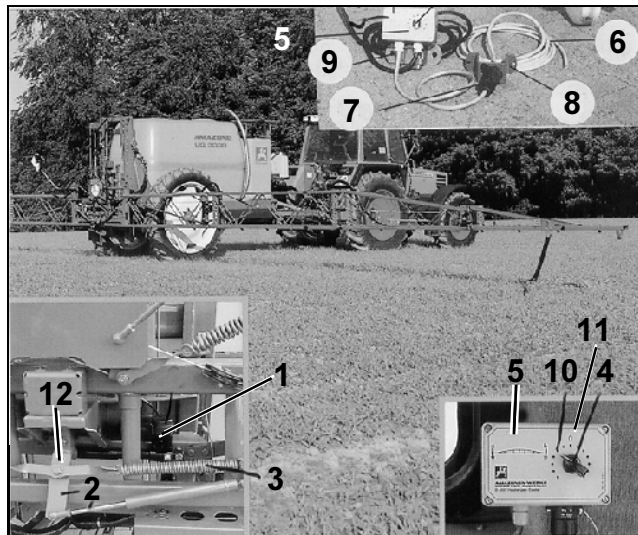
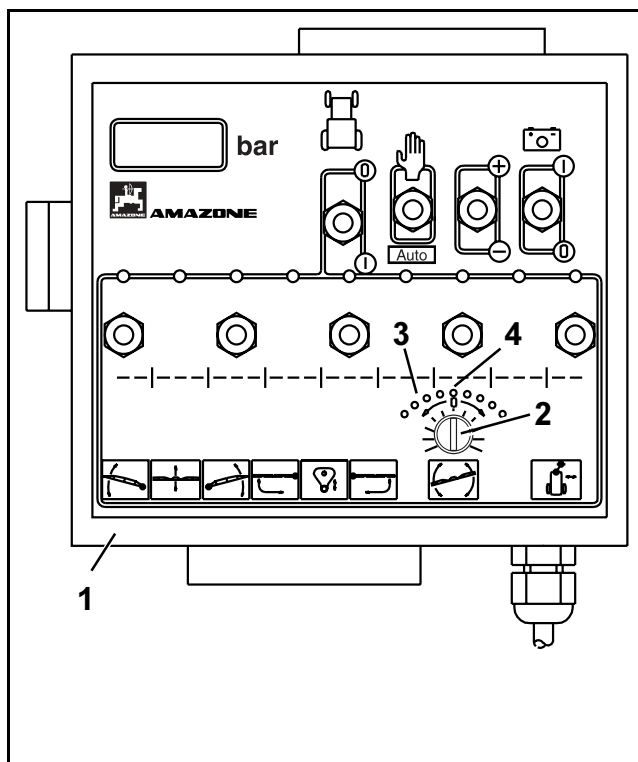

Рис. 63
Рис. 64
Регулировка наклона штанг опрыскивателя возможна только при открученной гайке (Рис. 63/12) поворотного рычага и при разблокированном устройстве гашения колебаний.
- Для регулировки наклона разложенных штанг проворачивайте вращающуюся ручку (Рис. 63/4 и Рис. 64/2). Отдельные деления шкалы представляют собой соответствующий угол наклона штанг.